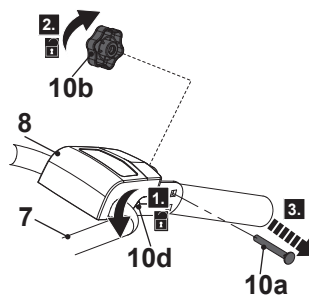

Fig. 11
1. Retire la tapa (8) si es necesario.
2. Sujete la parte superior del manillar (7) con una mano y afloje la tuerca (10d) girándola en sentido contrario a las agujas del reloj en los agujeros de montaje, pero no la extraiga (fig. 11, paso 1).
3. Desenrosque la perilla (10b) girándola en sentido contrario a las agujas del reloj en los orificios de posicionamiento (fig. 11, paso 2) y, a continuación, retire el tornillo de posicionamiento (10a) (fig. 11, paso 3).